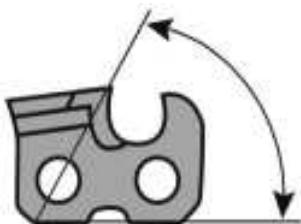

Рис. 10 Угол заточки режущего узла по вертикали
5. В соответствии с таблицей размеров определите угол заточки режущих зубьев пильной цепи по вертикали (Рис. 10). Для различного типа пильных цепей он составляет 50-60°.